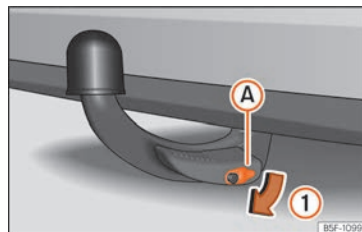

Fig. 271 Retirer le cache de la serrure
- Retirez le cache **(A)** de la serrure dans le sens de la flèche **(1)** » » fig. 271.